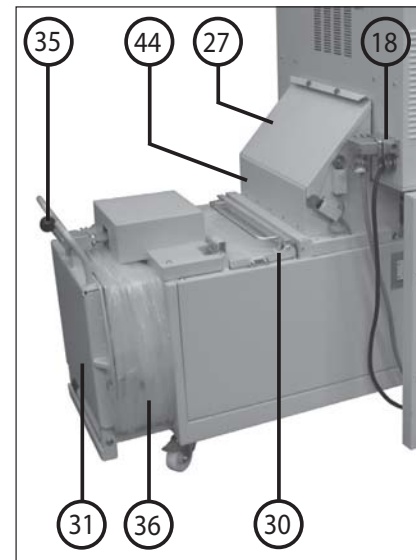

Fig. 2
ENSAMBLAJE DE LA COMBINACION (fig. 2 y 3):
1. Desplazar el compactador debajo de la destructora de documentos. Atornillar la destructora de documentos y el compactador empleando los dos ángulos de fijación (42) adjuntos a la destructora de documentos (fig. 2).
4. Enchufar el enchufe de conexión del compactador en la caja de enchufe (18) que se encuentra en la pared dorsal de la caja de la destructora de documentos y bloquearlo (fig. 2).